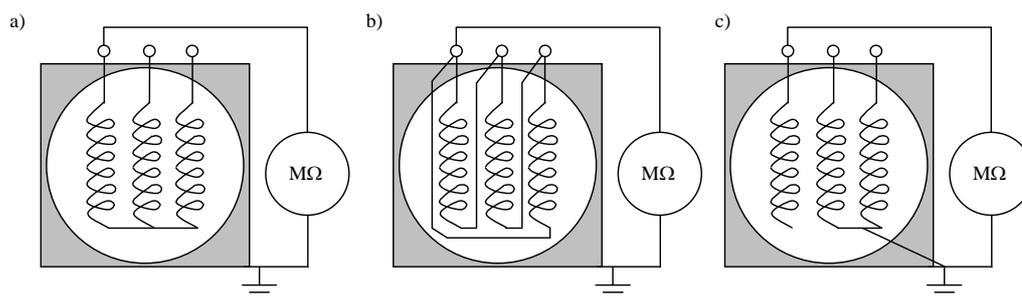

Рисунок 7-5 Подсоединение обмоток статора для измерений сопротивления изоляции
- Проверить, чтобы вторичные подключения трансформаторов тока (CT's), включая свободные сердечники, были закрыты. См. *Рисунок 7-5 Подсоединение обмоток статора для измерений сопротивления изоляции*
Измерение сопротивления изоляции должно производиться в распределительной коробке. Обычно тест распространяется на все обмотки в группе, в таком случае измеритель подключен между корпусом машины и обмоткой, см. *Рисунок 7-5 Подсоединение обмоток статора для измерений сопротивления изоляции*. Корпус заземлен и три фазы обмотки статора остаются подключенными на нейтральную точку, см. *Рисунок 7-5 Подсоединение обмоток статора для измерений сопротивления изоляции*.
Если измеренное сопротивление изоляции всей обмотки ниже заданного и фазовые обмотки могут легко разъединиться друг с другом, каждую фазу можно измерить отдельно, но это возможно не во всех машинах. В таких случаях прибор подключен между корпусом машины и одной из обмоток. Корпус и две фазы, которые не измеряются, заземлены; см. *Рисунок 7-5 Подсоединение обмоток статора для измерений сопротивления изоляции*.